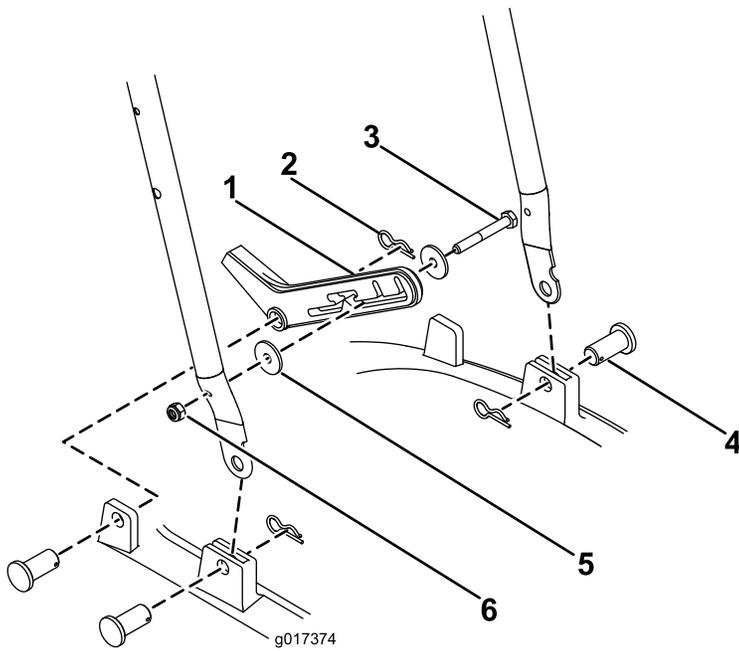

Figura 3
1. Faça deslizar a pega inferior para a estrutura (Figura 3).
2. Fixe cada lado com um pino de fixação e um contrapino (Figura 3).
3. Fixe a parada de pé ao lado direito da pega inferior utilizando uma porca M6 e um parafuso M6 e 2 anilhas (Figura 3).
4. Una a parada e pé á estrutura com um pino de fixação e um contrapino (Figura 3).